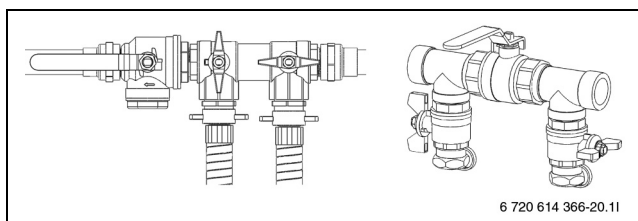

Bild 26 Påfyllnadssatser i tryckhöjningsläge
- När urluftningen är klar ska kretsen trycksättas. Vrid ventilerna på påfyllnadssatsen till tryckhöjningsläge och trycksätt kretsen till 2,5 - 3 bar (→ Bild 26).